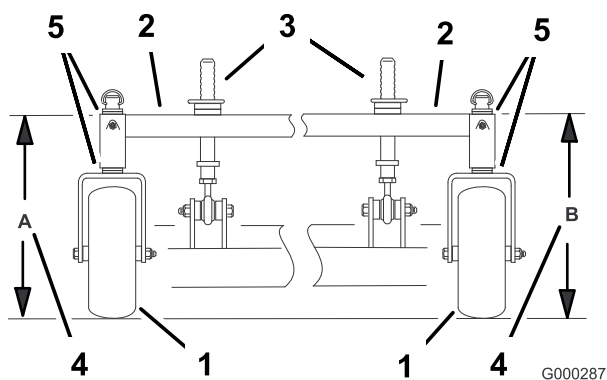

Figura 59
- Misurate l'altezza del telaio portante al punto **A** (Figura 59).
- Misurate l'altezza del telaio portante al punto **B** (Figura 59).